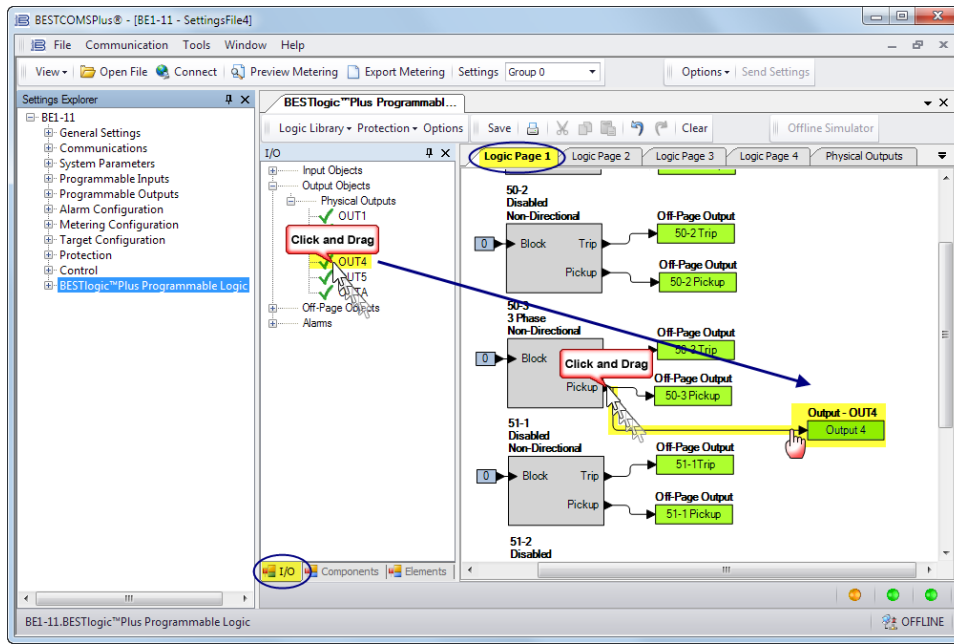

Figura 15. Programación de OUT4 BESTlogicPlus
Paso 10: En este paso, la salida de captación del elemento 50-3 se conecta a la salida 4. Cuando la salida de captación del elemento 50-3 es verdadera, se muestra la etiqueta de la salida 4 en el reporte de fallas o en el informe de secuencias de eventos. La etiqueta se nombra en el Paso 12. Haga clic en la lengüeta Página lógica 1 y luego en la lengüeta E/S que aparece en la parte inferior. Expanda Objetos de salida y luego Salidas físicas. Haga clic y arrastre OUT4 sobre el diagrama lógico. Haga clic en la salida de captura del elemento 50-3 y arrástrelo a la entrada de OUT4 para hacer una conexión. Consulte la Figura 15.